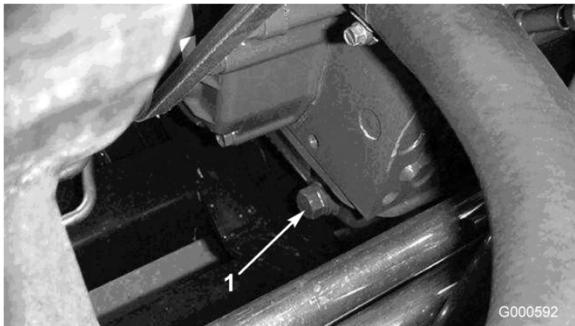

Bild 32
1. Entfernen Sie die hintere Ablassschraube (Bild 32) und lassen das Öl in ein Auffanggefäß ab. Schrauben Sie die Ablassschraube wieder ein, nachdem das Öl abgelaufen ist.